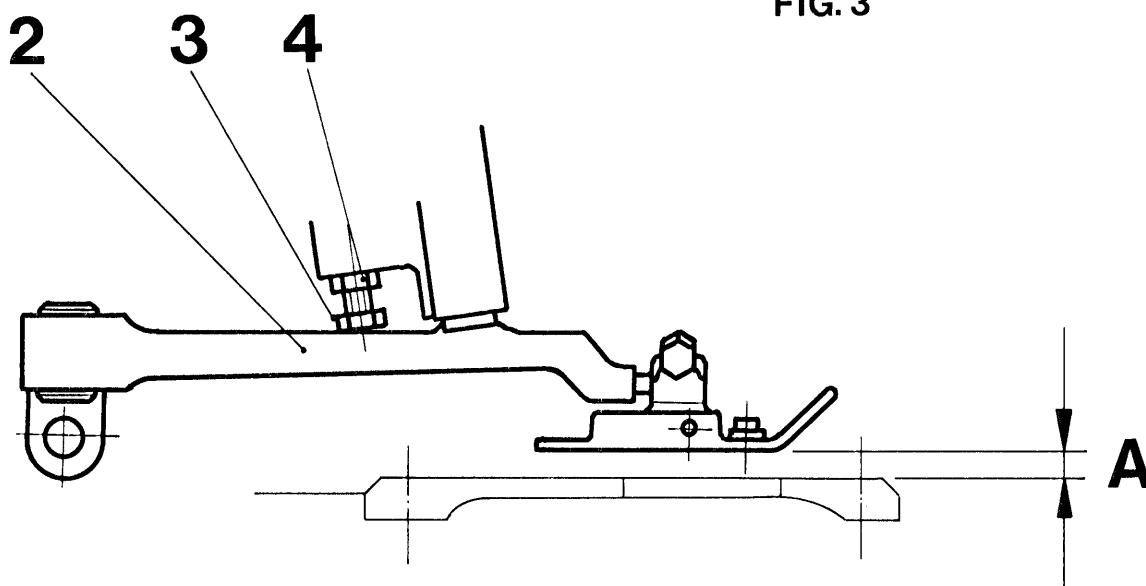

FIG. 3
- verificare che l'alzata max del piedino - A- fig.3 corrisponda a quella indicata nelle caratteristiche tecniche della testa, mettendo sotto il piedino uno spessore della misura A.
- portare la testa della vite rif. 3-fig.3 a contatto sulla leva portapiedino rif.2-fig.3 e fissarla in posizione serrando contro il dado rif. 4-fig.3
- verificare che l'alzata max del piedino -A-fig.3 corrisponda a quella indicata nelle caratteristiche tecniche della testa, mettendo sotto il piedino uno spessore della misura A.
- portare la testa della vite rif. 3-fig.3 a contatto della leva portapiedino rif.2-fig.3 e fissarla in posizione serrando contro il dado rif. 4-fig.3